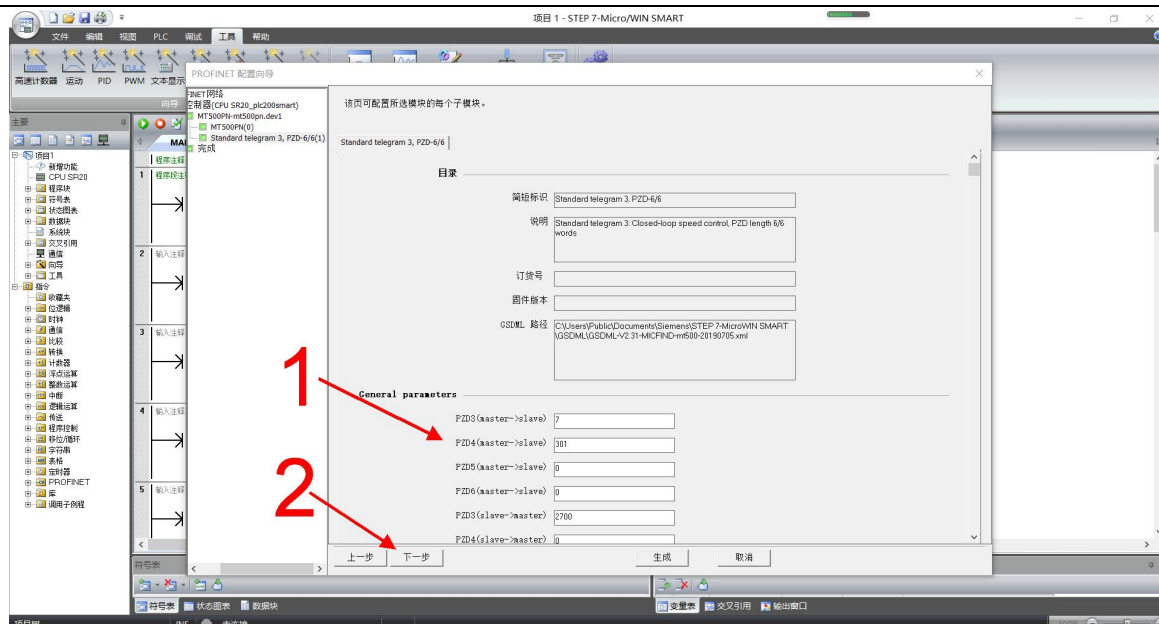

图 44 PZD 映射功能码地址
(7)如图 44 所示:选中左侧的“I/O 地址”,用于设定 PZD 映射的功能码地址